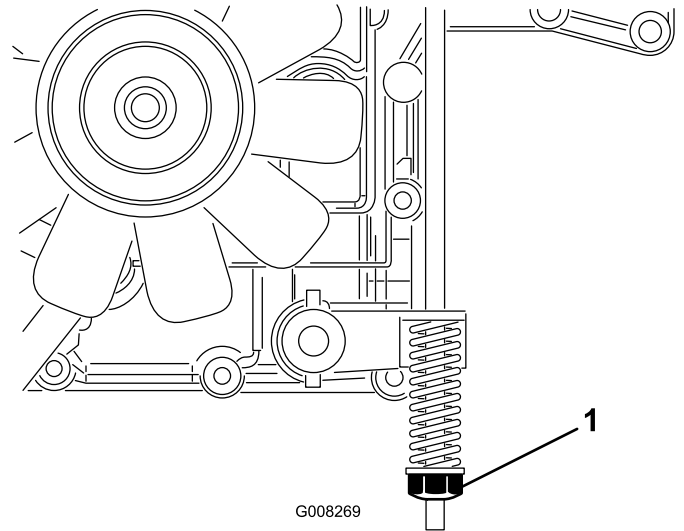

Bild 32
Die Bremse befindet sich an der rechten Seite der Hinterachse im Hinterreifen (Bild 32).
3. Drehen Sie die Einstellmutter der Bremse nach rechts, bis Sie die Maschine nicht mehr schieben können (Bild 32).